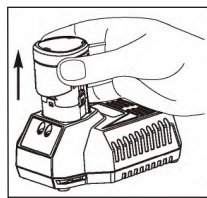

图 2
- 3) 充电结束时，红灯熄灭，绿灯亮起，表示电池包已充满，请拔掉电池包和充电器插头。（图2）